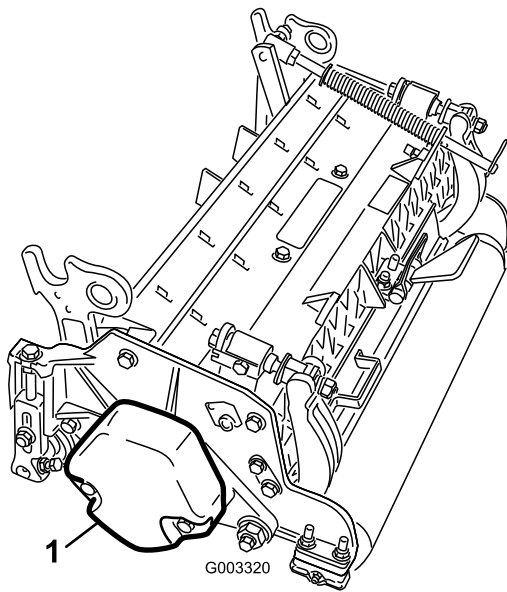

図 4
4. カウンタウエイト 図 4 を正しく取り付けるカッティングユニットのオペレーターズマニュアルを参照。